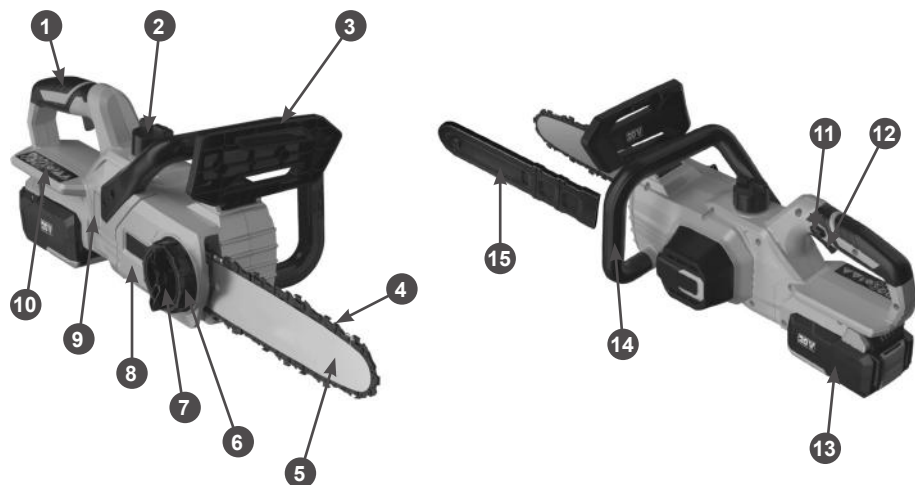

Рис. 1. Основные узлы и органы управления
Основные узлы и органы управления показаны на Рис. 1.
1. Перед установкой шины и цепи убедитесь в том, что тормоз цепи отключен. Для этого ручку тормоза 3 (Рис. 1) потяните к передней рукоятке до щелчка.
3. Открутите гайку 7 крепления шины (Рис. 1) против часовой стрелки и снимите крышку 8 шины с корпуса пилы.
Уровень масла в окне 9 (Рис.1) масляного бака виден невооруженным взглядом.